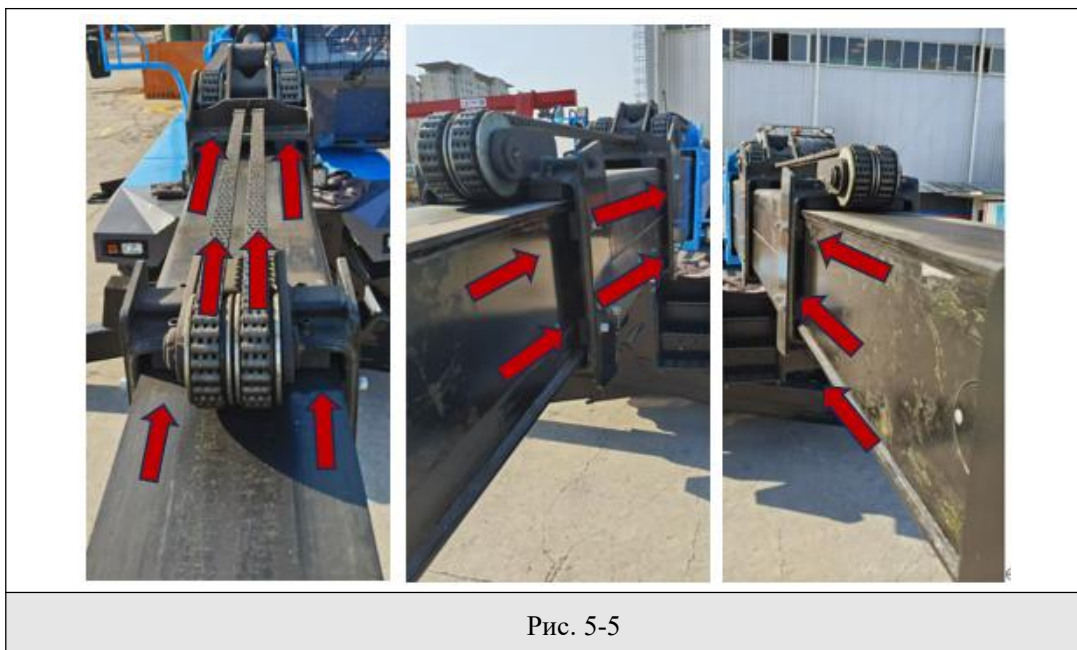

Рис. 5-5
5.3.7.3 Используя кисть (см. таблицу рекомендованных смазочных материалов), нанесите слой смазки на все контактные поверхности между стрелой и скользящими блоками на четырех сторонах телескопической стрелы (рисунок 5-5);